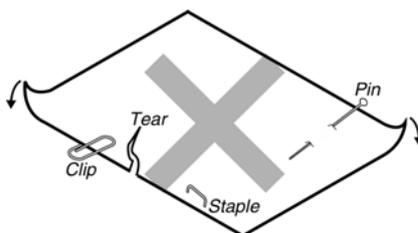

图 B-5
- 装进的纸一定不能折叠、撕裂或带有订书钉、回形针、大头钉和任何杂物 (如图 B-5 所示)。如果装入的纸张带有其它杂物, 则极可能会严重损坏打印机。